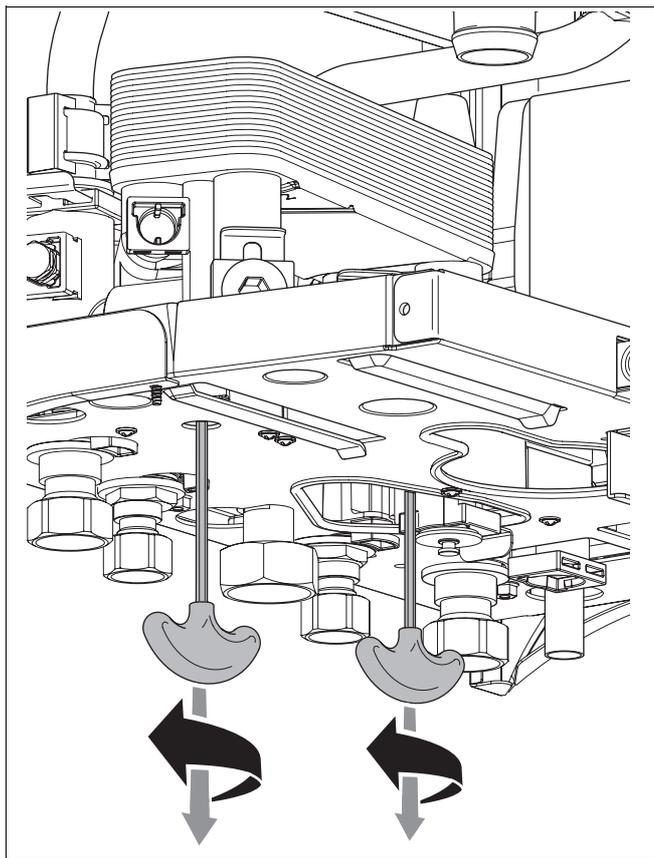

Fig. 53 Togliere le viti dello scambiatore di calore a piastre
- Togliere entrambe le viti dello scambiatore di calore a piastre (fig. 53).